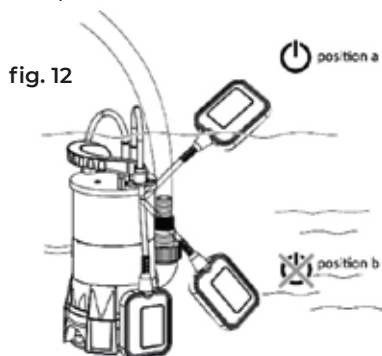

fig. 13
► Bloquear el interruptor de flotador (4) en la siguiente posición mediante operación manual: (ver fig.13)
► Baje el dispositivo al agua en un ligero ángulo para permitir que salga el aire restante. Asegúrese de que la posición del interruptor de flotador (4) no cambie.